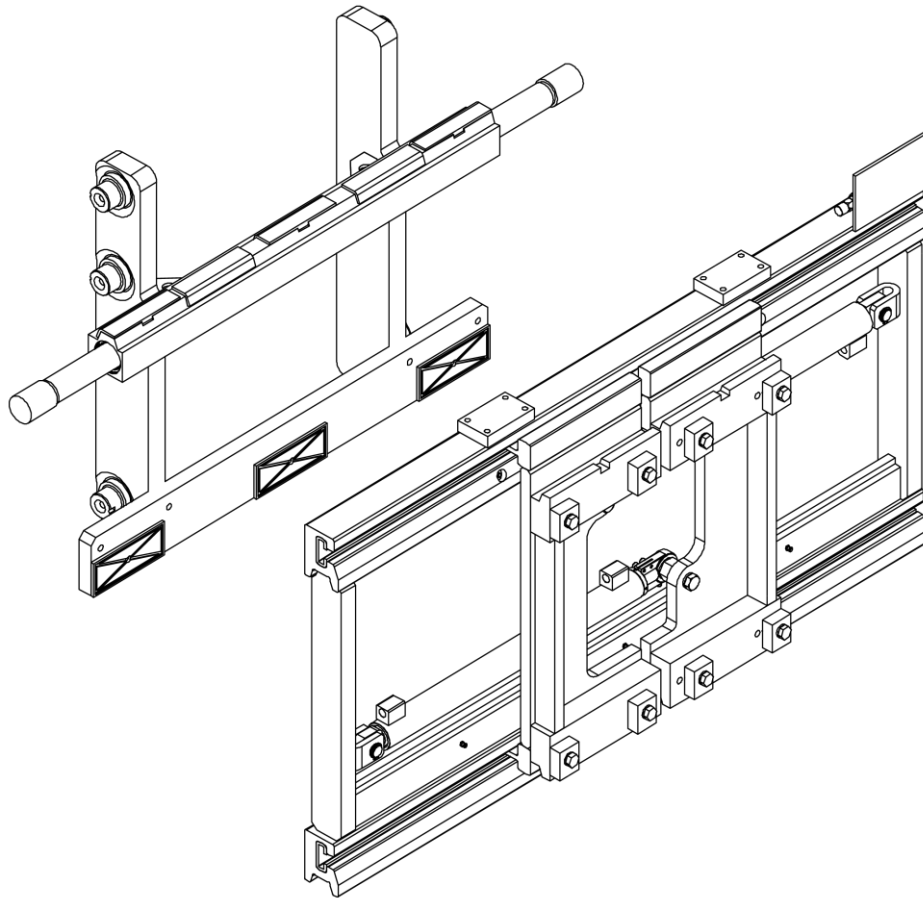

Figura 31
3. Retirar la estructura de desplazamiento delantera, levantándola adecuadamente (mira *Figura 31*).